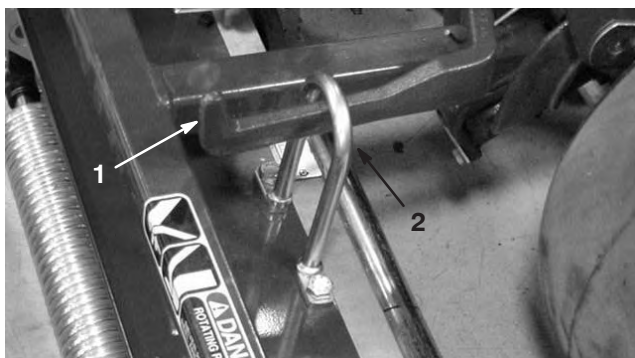

Figure 10
3. Poussez le plateau de coupe sous le bâti de traction en accrochant le crochet de relevage au bras de relevage (Fig. 10).